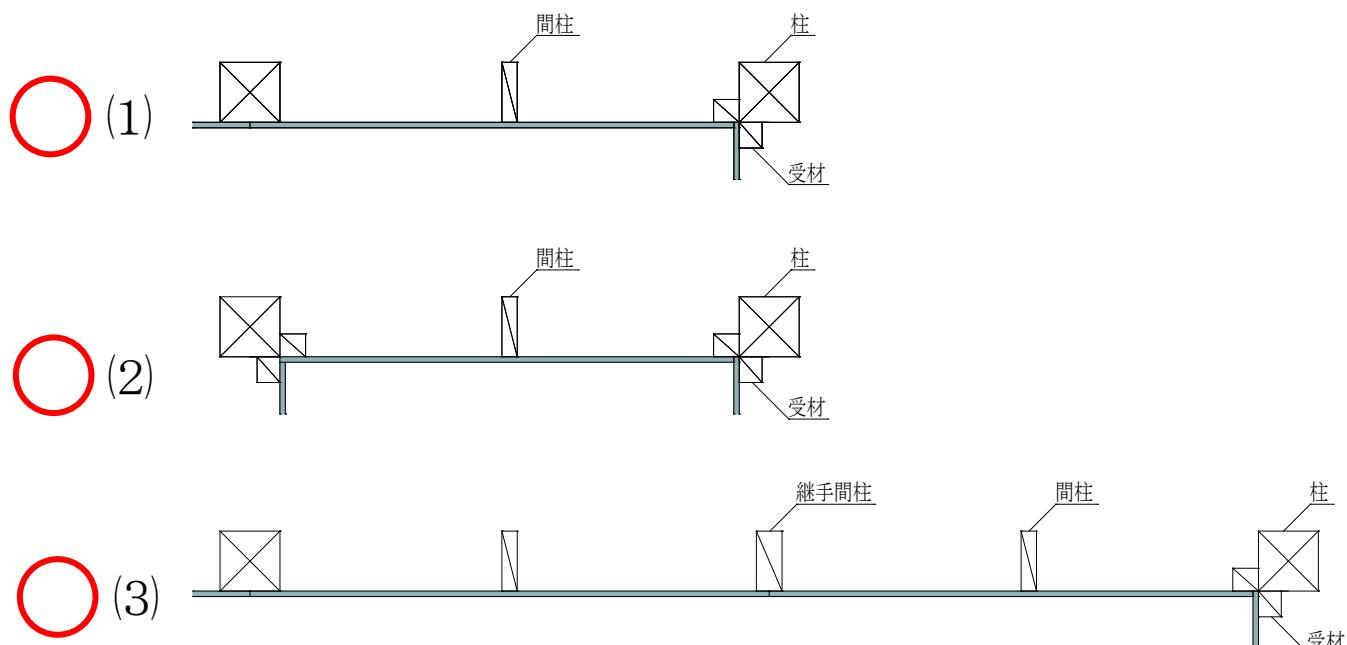

図9 入隅部の納まり図①
- ・1つの耐力壁について、(1)片側に入隅部がある場合、(2)両側に入隅部がある場合のいずれも耐力壁（2.5倍）とできます（図9）。尚、入隅部面材の勝ち負けおよび1P・2Pは問いません（例：(3)）。